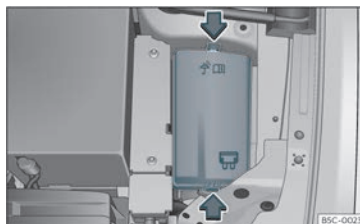

Fig. 52 No van motor: tapa da caixa de fusibles.
- Prema as pestanas de bloqueio para desbloquear a tapa da caixa de fusibles »» fig. 52.